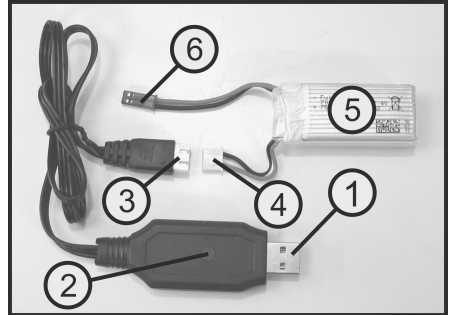
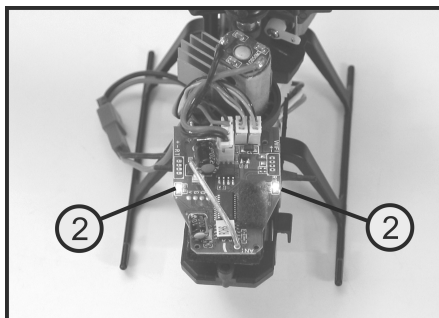

Figure 5
Figure 14
→ Le câble à deux pôles avec la fiche BEC (voir figure 5, pos. 6) n'est pas nécessaire pour le processus de charge. Ce connecteur permet de raccorder ultérieurement l'accum chargé à l'hélicoptère modèle réduit.
Connectez la fiche BEC de l'accu de propulsion (voir également la figure 5, pos. 6) à la prise BEC (1) du modèle réduit d'hélicoptère. Les deux LED à droite et à gauche sous la verrière (voir également la figure 14. Pos. 2) s'allument brièvement et commencent ensuite à scintiller.
→ Pour une meilleure représentation de la position des LED, la verrière de la cabine a été retirée sur la figure 14.